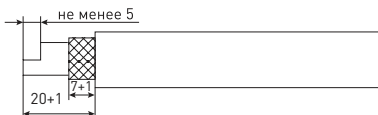

Рис. 4 - Разделка кабеля под концевую муфту
5.5.3 Укоротить половину матрицы кабеля вместе с жилой с помощью бокорезов. Ступенька между торцами жил должна быть не менее 5 мм — см. рисунок 4.